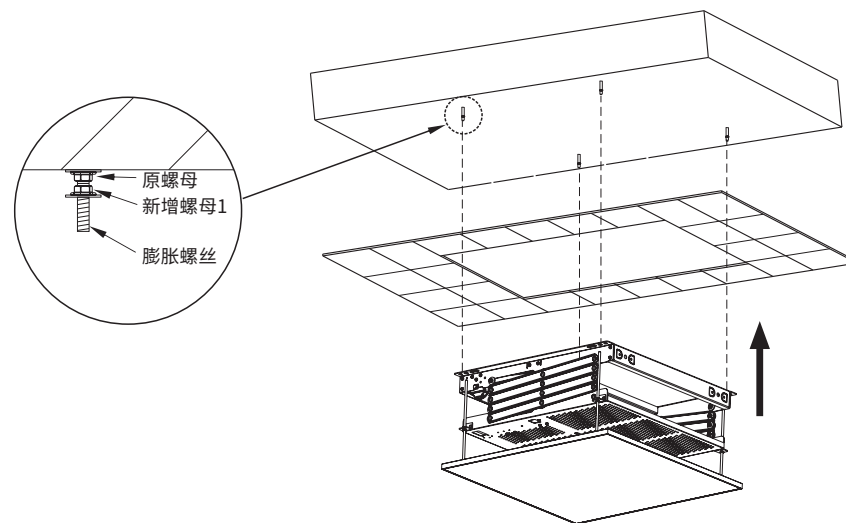

图7
4. 在每颗膨胀螺丝上另外再加一颗M8螺母(非附件)，并拧到靠上面的位置(图7)；把升降架装入天花上面，并把升降架四个安装挂板的孔位对准四个膨胀螺丝。